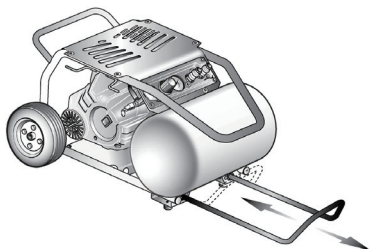

Fig. 5
- Saque del mango telescópico hasta que quede fija en su lugar. (Fig. 5)
- Para plegar el mango, aplique presión en las primeras pulgadas para desbloquearla; a continuación, deslícela directamente hasta que se detenga. (Fig. 5)